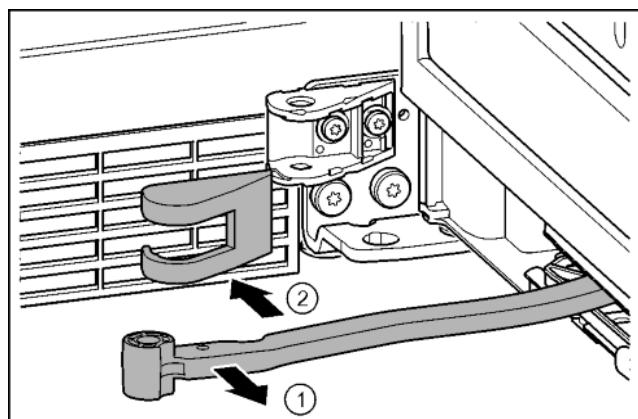

Fig. 19
► Przegub obrócić w kierunku drzwi. Fig. 19 (1)
► Usunąć osłonę płytki zawiasu. Fig. 19 (2)